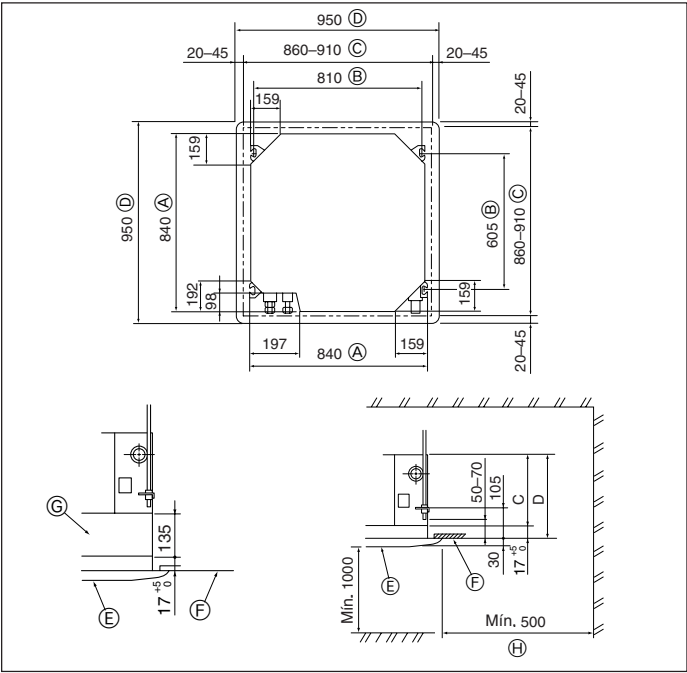

Fig. 2-2
2.2. Localizações das aberturas no tecto e da instalação dos parafusos de suspensão (Fig. 2-2)
- (A) Face exterior da unidade principal
- (B) Distância do parafuso
- (C) Abertura do tecto
- (D) Face exterior da grelha